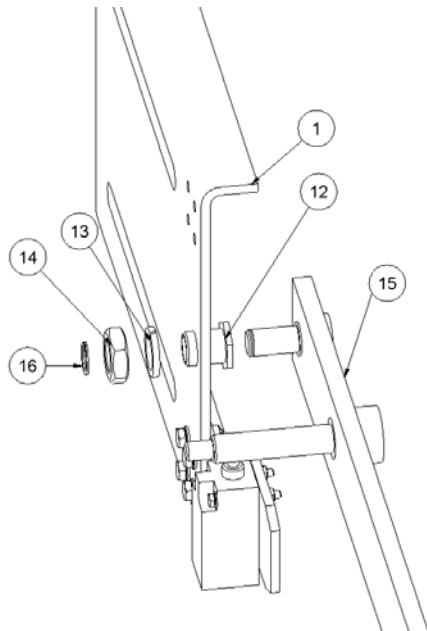

Abbildung 2
Führen Sie die Sechskantbuchse (12) in die Bohrung der Führungsbefestigung (1) ein. Befestigen Sie sie mit einem Federring DIN 127 M18 (13) und einer Mutter DIN 936 M18 (14). Nach Fixieren der Sechskantbuchse führen Sie die Achse der Gewichteträgerstange (15) in die Sechskantbuchse ein. Bringen Sie danach eine Sicherheitsscheibe DIN 471 D=12 (16) an, um ein Herausrutschen zu verhindern.*Abbildung 2*